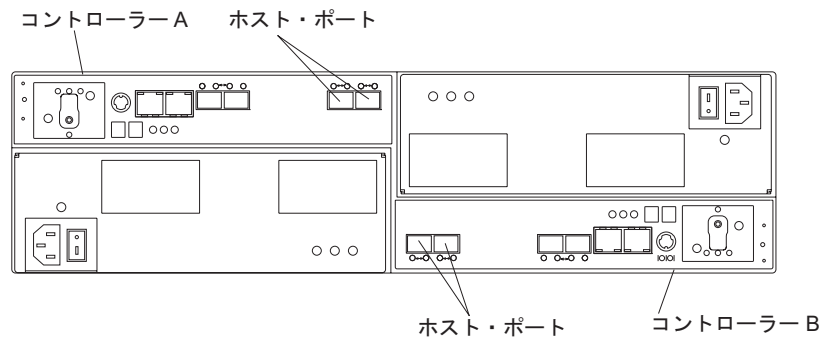

図 53. DS3950 の RAID コントローラー上のホスト・ケーブルの位置
2. DS3950 RAID コントローラー・ホスト・ポート内の SFP モジュールからのファイバー・チャネル・ケーブルを、ファイバー・チャネル・スイッチ内の SFP モジュールまたはホスト・バス・アダプターの SFP モジュールに接続します。図 53 は、DS3950 ストレージ・サブシステムでホスト・システムのケーブルが接続する RAID コントローラー上の位置を示しています。